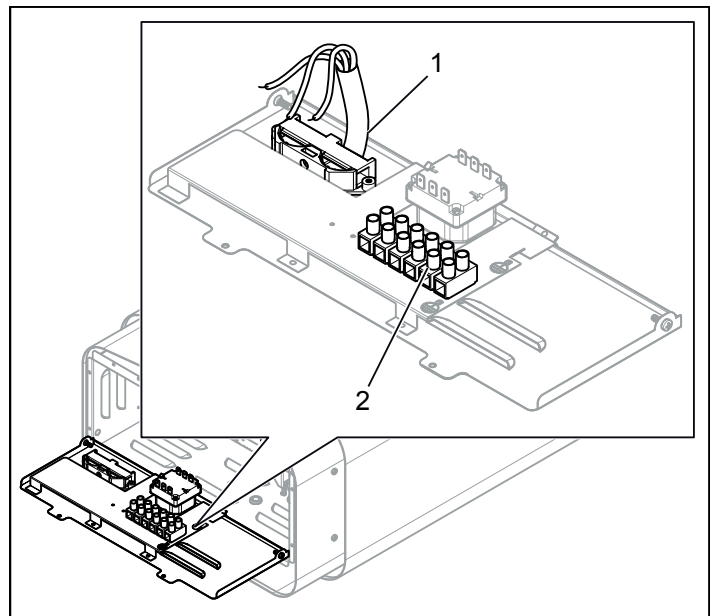

Рисунок 10: Электрическое соединение
3. Подключите электрический кабель (см. Рисунок 10) согласно схеме соединений (см. Рисунок 18-23).